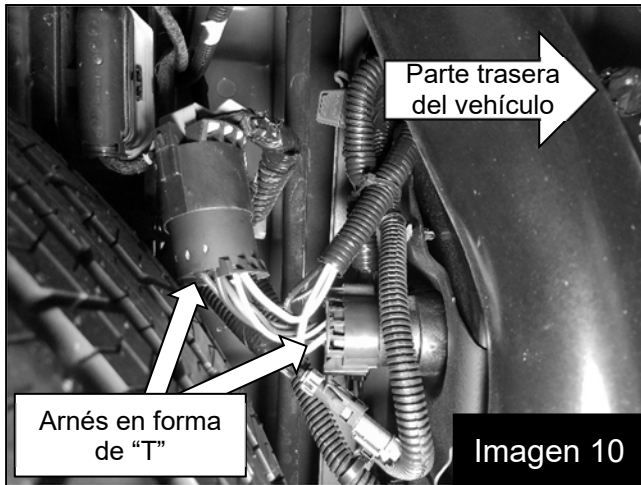

Imagen 10
15. Débranchez le connecteur de la remorque et installez le faisceau en T entre le connecteur de la remorque et le faisceau d'usine. Branchez le connecteur à deux broches du faisceau en T sur le faisceau de l'amplificateur. Fig. 10
15. Desconecte el conector de remolque e instale el arnés en forma de "T" entre el conector de remolque y el arnés de fábrica. Conecte el conector de dos terminales del arnés en forma de "T" al arnés del amplificador. (Imagen 10)